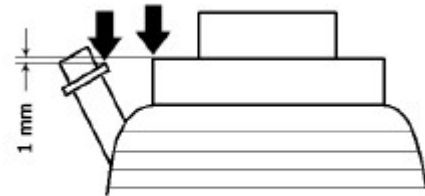
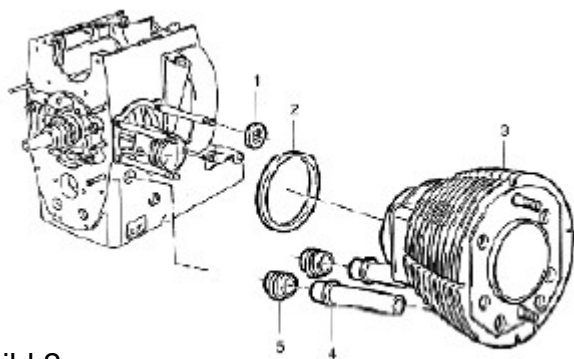

Bild 1
Bild 2
- Die beiden kleinen O-Ringe (Nr. 1 in Bild 2) auf die oberen Zuganker schieben.
Stößelschutzrohre (Nr. 4 in Bild 2) in Zylinder einpressen. Der dem Zylinder zugewandte Absatz des Stößelschutzrohres muss 1 mm unterhalb der Kante des Zylinderflansch sitzen. (siehe Bild 1)
Den großen O-Ring (Nr. 2 in Bild 2) in die Nut am Zylinderfuß einsetzen.